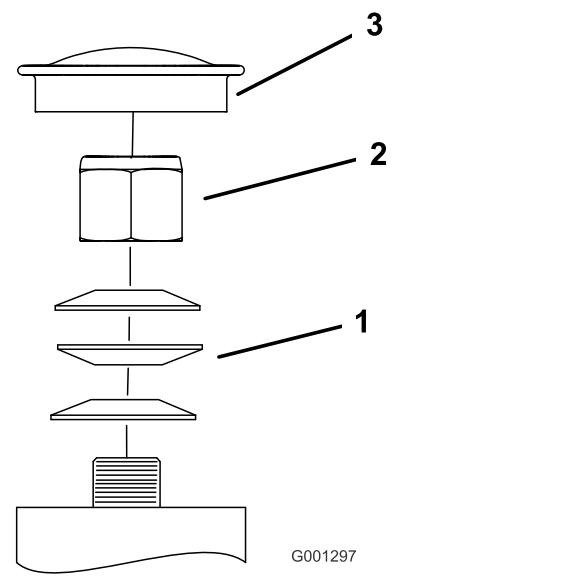

Figure 61
3. Retirez le couvre-moyeu de la roue pivotante et serrez le contre-écrou (Figure 61).
4. Continuez de serrer le contre-écrou jusqu'à ce que les rondelles élastiques soient aplatis, puis desserrez-le d'un quart de tour pour obtenir la précharge correcte des roulements (Figure 61).
5. Reposez le couvre-moyeu (Figure 61).
**Important:** Veillez à placer les rondelles élastiques comme montré à la Figure 61.